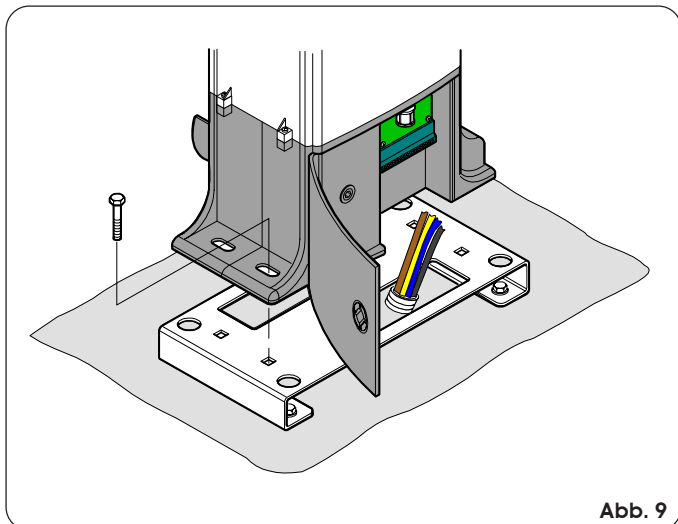

Abb. 9
- Den Antrieb auf der Platte positionieren und dabei die mitgelieferten Schrauben verwenden. Siehe Abb. 9.